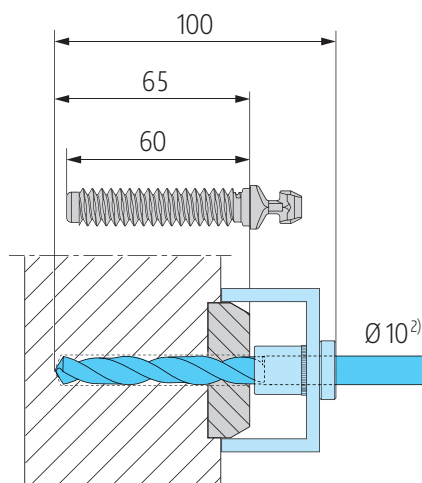

Abb. 54
- ② Löcher in Abhängigkeit der Holzhärte mit $\text{Ø } 10$ oder $\text{Ø } 11$ bohren (**Abb. 54** beachten!).
- ③ Riegelbolzen montieren, siehe Seite 50.